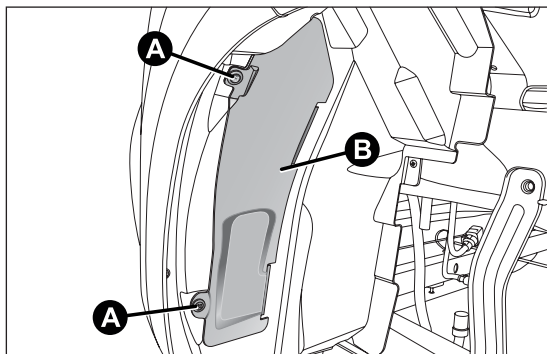

fig. 125
- ☐ actuar en las lengüetas A fig. 125 y retirar la tapa B;